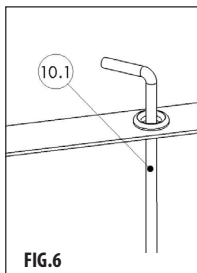
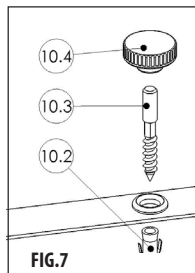

FIG.6
FIG.7
- 9) Använd förankringskit som medföljer leverans för att fästa produkten i marken. Detta kit innehåller komponenter för att fästa produkten i mjukare underlag (FIG. 6) eller fasta underlag (FIG. 7).